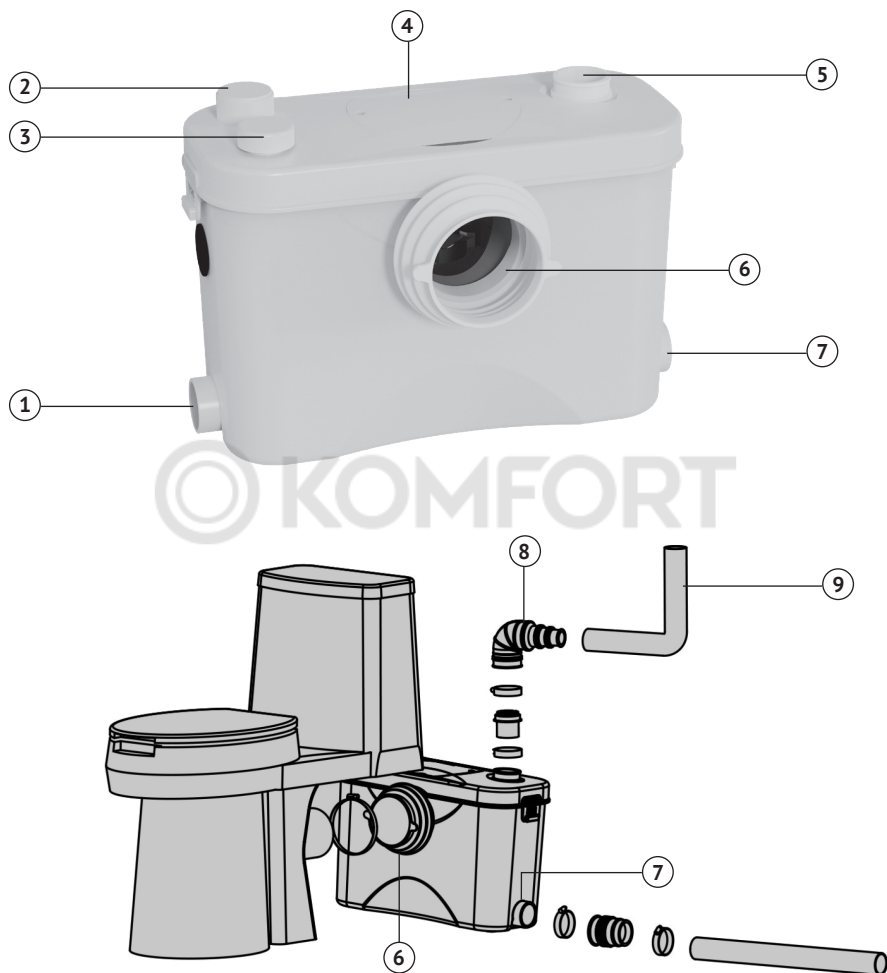

Рисунок 2 – Устройство КНС
КНС (см. рисунок 2) - это компактное устройство, объединяющее в себе накопительную емкость, фекальный насос с режущим механизмом и блок управления для автоматической работы станции.
- Разборка КНС (кроме снятия крышки для технического обслуживания *поз. 4*, рисунок 2) и ремонт должны осуществляться только специалистами сервисной службы.